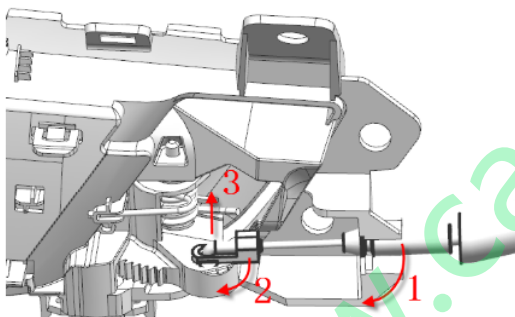

图9-1-4内开拉锁拆卸示意图
(3) 如图图9-1-4，按箭头1所示方向绕拉锁端部的卡套将拉索从内扣手处分离，然后沿箭头2方向将拉索轴套与拉索挂钩分离，最后将门锁线端部的挂钩竖直向上从内扣手手柄孔中拉出。